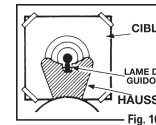

Fig. 10
- El rifle de aire comprimido está correctamente apuntada cuando el guión está colocado exactamente en el centro de la muesca del alza. La parte superior del guión debe estar a la misma altura que la parte superior de la muesca en el alza. El centro del blanco debe aparecer sobre la parte superior del guión. (Fig. 10).